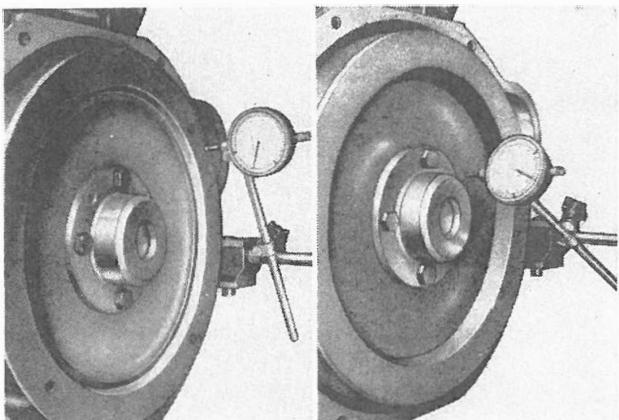

Fig. 68
- Azzerare il tastatore sulla faccia accoppiamento volano. Ruotando l'albero a gomito, l'errore di parallelismo ammesso è di 0,05 mm. su 1 giro (Fig. 68). Controllare anche, se necessario, il piano interno volano.
2. "Zero" contact point on flywheel mating face. When turning crankshaft, permissible "wobble" on flywheel is 0.05 mm over 1 turn (Fig. 68). If necessary, check also flywheel internal face.
- Mettre à zéro le palpeur sur la surface d'appui du volant. En faisant tourner le vilebrequin, le défaut de parallélisme admis est de 0,05 mm sur un tour (fig.68). Vérifier aussi, si nécessaire, le plan intérieur du volant.